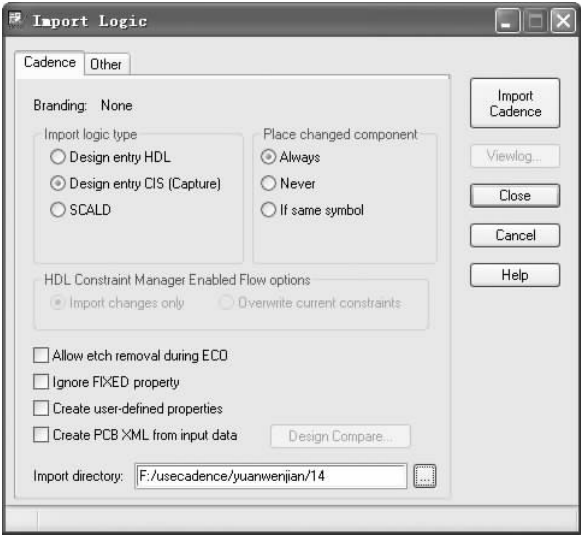

图 12-87 “Import Logic (导入原理图)”对话框
1) 选择菜单栏中的“File（文件）”→“Import（导入）”→“Logic（原理图）”命令，弹出如图 12-87 所示的“Import Logic（导入原理图）”对话框。打开“Cadence”选项卡，